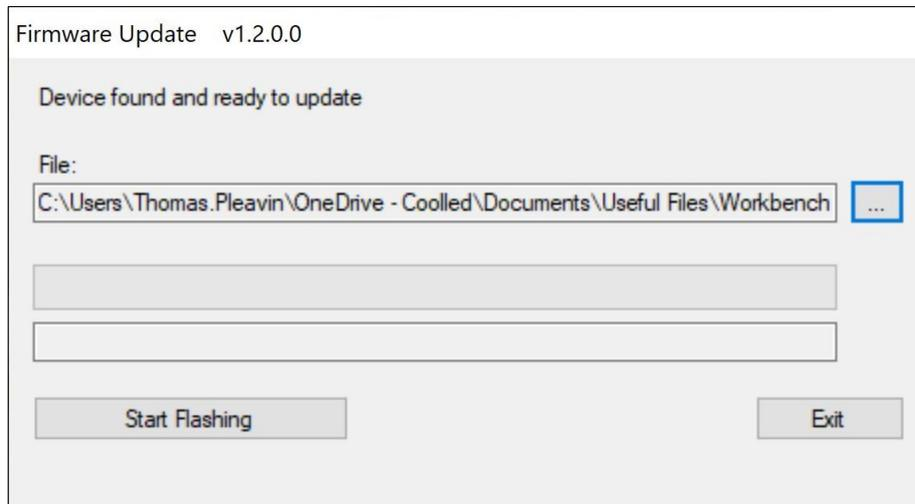

図 57- ファームウェア・アップデート・ウィンドウ。
12. ファイル・ボックスにファイル・パスが入力された状態で、[Start Flashing]ボタン(図 57).